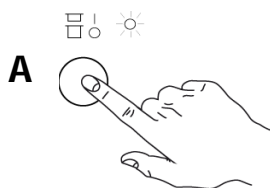

Fig.27
- 4- Cierre la puerta y pulse el botón "A" para encender la máquina. Luz "D" es ON. (Fig. 27)